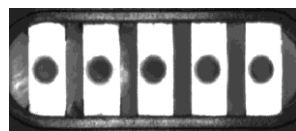

Figure 2 – agrandissement de l'image d'une lamelle
- À des lamelles, dont il s'agit de vérifier la présence de trous ainsi que l'absence de surplus de matière plastique à leurs extrémités (voir Figure 2)